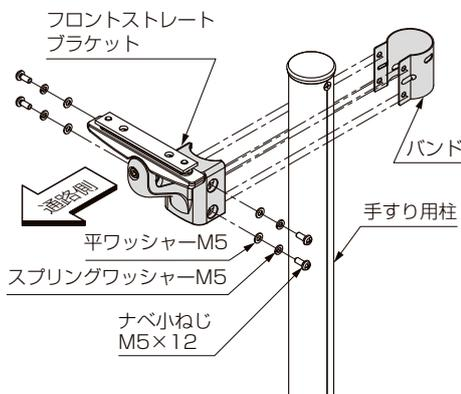

図3-3
- ① 図3-3のようにして、柱にフロントストレートブラケットとバンドを任意の高さに取付けてください。